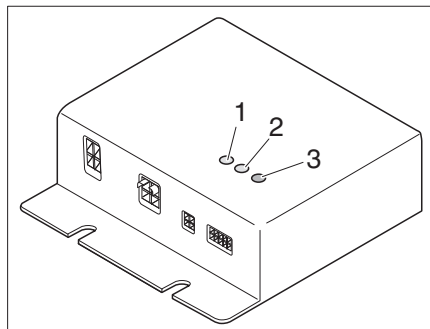

Fig. 299 Régulateur
Le régulateur (Fig. 299) est monté dans la penderie. Les voyants de contrôle qui se trouvent sur le régulateur ont la signification suivante :
- La DEL de contrôle (Fig. 299,1) CC1 s'allume en vert: le circuit de chauffage 1 est en service
- La DEL de contrôle (Fig. 299,2) CC2 s'allume en vert: le circuit de chauffage 2 est en service
- DEL de défaut (Fig. 299,3)